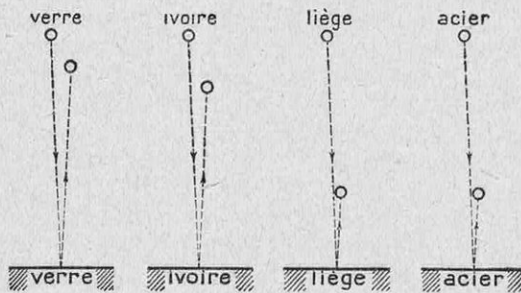

FIG. 11. — LE REBONDISSEMENT DES BILLES DE DIVERSES SUBSTANCES
dire que le choc mou (1) est caractérisé par une perte d'énergie cinétique. On le constate facilement en faisant rebondir des billes de diverses substances sur des tables de même matière : la hauteur de rebondissement est, dans tous les cas, inférieure à la hauteur de chute (fig. 11).